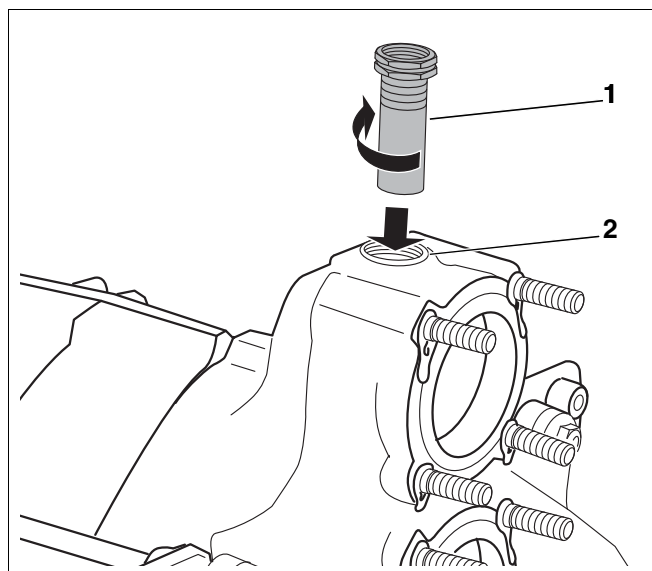

Рис. 20 Установка гильзы для датчиков
- Вставить гильзу 3/4" (длина: 110 мм) (рис. 20, поз. 1) сверху в резьбовое отверстие 3/4" штуцера подающей линии (рис. 20, поз. 2).